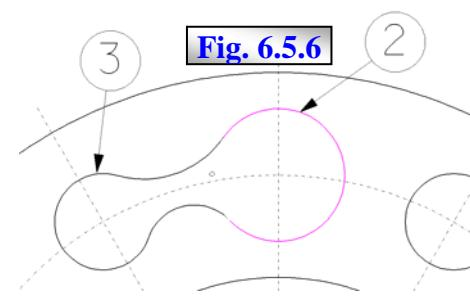

Fig. 6.5.6
7. Definitivare racordări, fig. 6.5.6 - urmează eliminarea porțiunilor suplimentare ale cercurilor 2 și 3 pentru crearea conturului continuu;
7.2 Lansare comandă, **Trim Elements**, & 4.15.7, prin icoana cu același nume din subtrusa **Modify** a trusei **Main** și se identifică succesiv cercurile 2 și 3 (în porțiunile interioare racordărilor), urmat de DP plasat arbitrar, care va provoca trunchierea acestora, prin eliminarea porțiunilor interioare ale racordărilor, fig. 6.5.6.